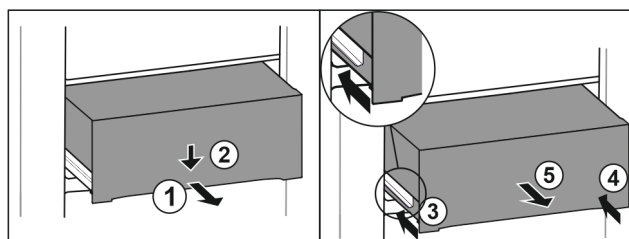

Fig. 155
- Schubfach halb herausziehen. Fig. 155 (1)
- Schubfach an der Vorderseite nach unten drücken. Fig. 155 (2)
- Linke Schiene etwa 2 cm einschieben. Fig. 155 (3)
- Rechte Schiene etwa 2 cm einschieben. Fig. 155 (4)
- Schubfach nach vorne entnehmen. Fig. 155 (5)